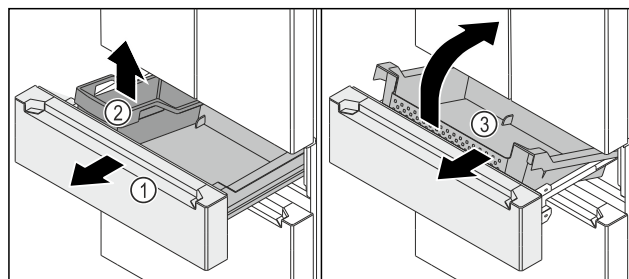

Fig. 149
- Estrarre il carrello di estrazione Fig. 149 (1) fino a battuta.
- Rimuovere il FlexBox Fig. 149 (2).
- Sollevare il contenitore Fig. 149 (3) anteriore.
- Estrarre il contenitore Fig. 149 (3) in obliquo e in avanti.